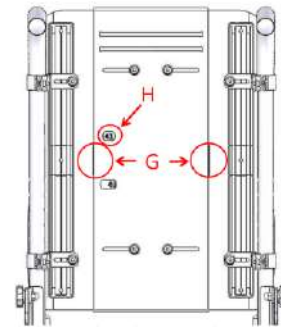
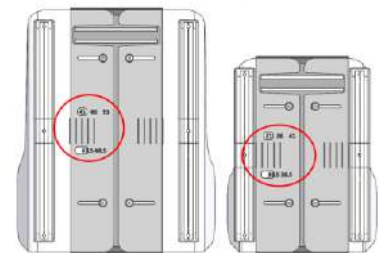

Figura 5-82
Figura 5-83
- Cuando ajuste el ancho de la placa del respaldo, asegúrese de que el número H coincida con el ancho del asiento y que los bordes estén en línea con las marcas G. (Figura 5-82). Vuelva a apretar los tornillos C. (Figura 5-83).